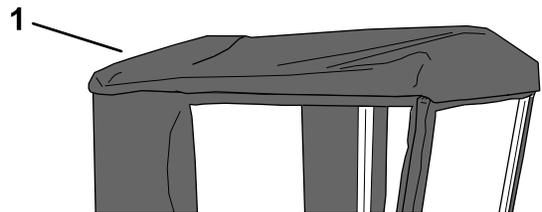

Figura 12
3. Instale la cubierta superior, usando los cierres autoadherentes para sujetarla a los paneles y al parabrisas (Figura 12).